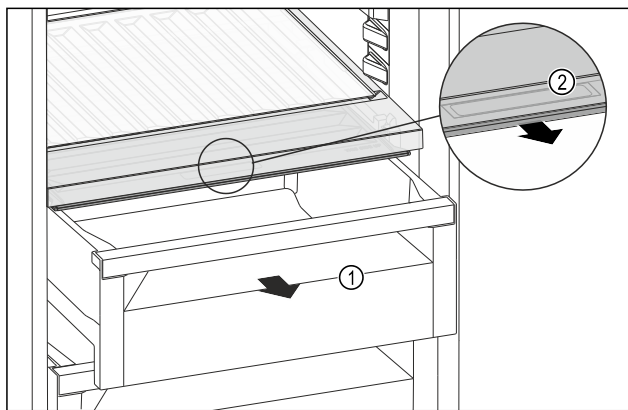

Fig. 223
- ▶ Витягніть висувний ящик Fig. 223 (1).
- ▶ Візьміться за потайну ручку Fig. 223 (2) на кришці відділення й одночасно потягніть кришку відділення вперед.